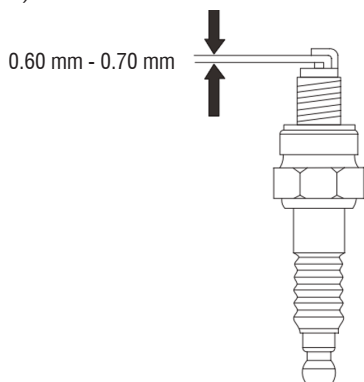

Fig. 25 – Huelga de la bujía
8. Para un correcto funcionamiento, la huelga de la bujía debe estar entre 0,60 mm y 0,70 mm (fig. 25).